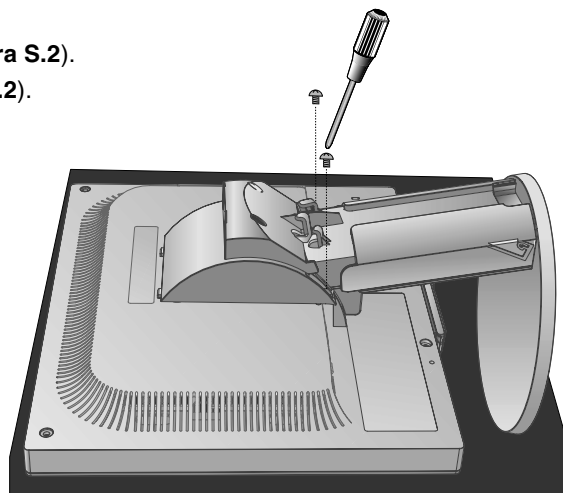

Figura S.2
3. Sitúe el monitor boca abajo en una superficie no abrasiva (**figura S.2**).
4. Retire los dos tornillos que unen el monitor al soporte (**figura S.2**).